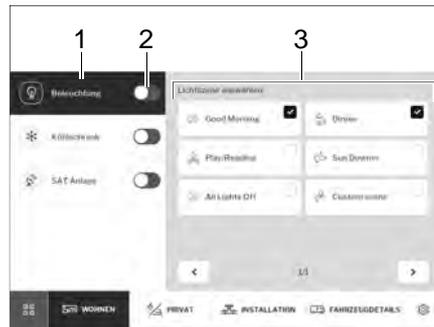

Bild 258 Beleuchtung
- Mit Schiebeschalter (Bild 258,2) Beleuchtung ein- oder ausschalten.
- Auf Schaltfläche *Beleuchtung* (Bild 258,1) tippen. Im Bedienfeld (Bild 258,3) Lichtszene wählen.